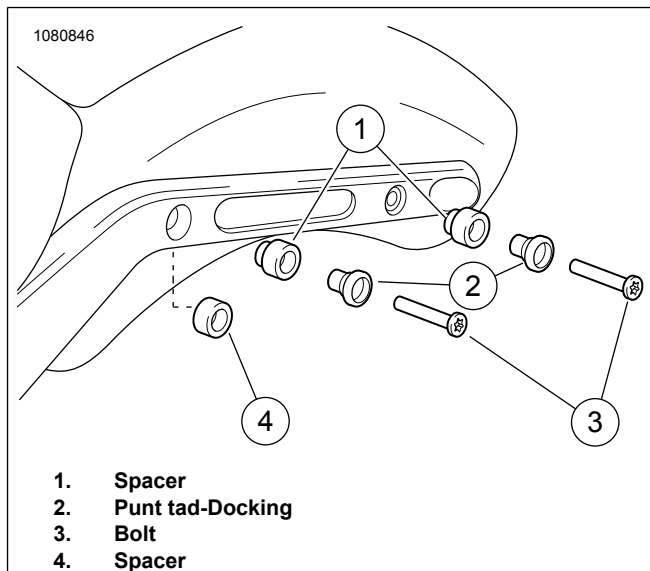

Figura 3. Punti tad-Docking tal-Fender Strut
1. Ara Figura 3 . Installa l-spacer (1) u l-punt tad-docking (2) fuq l-fender strut bolt (3) **il-ġdid** .
3. **Kit 90201513A, 90201645A:** Installa l-ispazjatur (4) fuq il-punt tal-iddokkjar ta' quddiem bejn l-istrut tal-fender u l-ispazjatur (1).